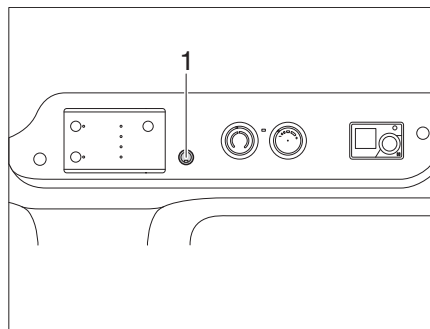
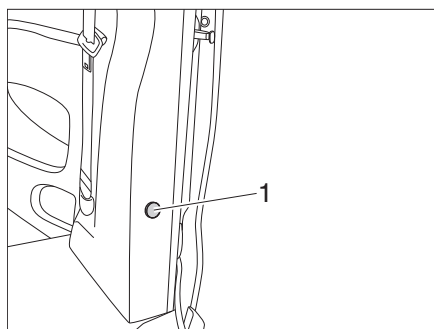

Figure 39 Bouton sur la console de commande
Figure 40 Bouton à l'entrée
- Appuyer vers le bas sur le bouton à l'entrée (Figure 40,1) ou sur le bouton (Figure 39,1).
- Appuyer une fois brièvement sur le bouton (Figure 39,1 ou Figure 40,1).
- Appuyer sur le bouton (Figure 39,1 ou Figure 40,1) pendant environ 3 secondes jusqu'à ce que la luminosité la plus atténuée soit atteinte.
- Appuyer sur le bouton (Figure 39,1 ou Figure 40,1) et le maintenir enfoncé jusqu'à ce que la luminosité souhaitée soit atteinte.